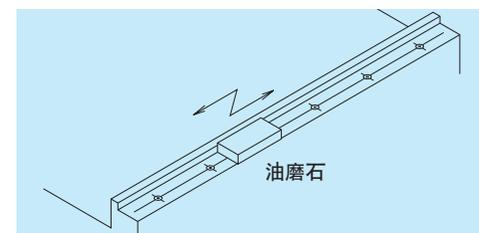

图 10.12
- 用这两种方法安装时，都要先擦拭去直线导轨上的防锈油，并用油磨石磨去底座和工作台安装面上的毛刺和凸起部分（图 10.12）如在安装面上涂上薄薄一层的低粘度机油，就会起到防锈的效果。